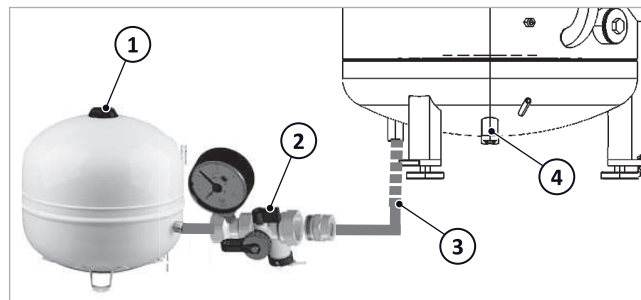

Fig. 3 : VEM avec groupe de raccordement sur le SolvisBen
Le SolvisBen peut être complété avec une installation solaire thermique. À l'intérieur, il est déjà équipé d'un accumulateur solaire à stratification → Fig. 3 (4) permettant un chargement par stratification optimal de la chaleur solaire dans l'accumulateur, et toutes les fonctions de régulation pour le mode solaire dans le système de régulation.